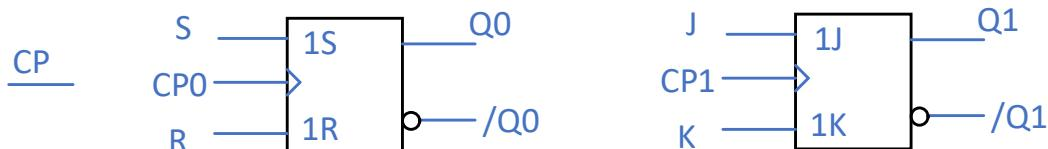

图 3
1. (6%) 用图 3 所示的一个 RS 触发器、一个 JK 触发器构成一个异步二进制加法计数器(四进制)。